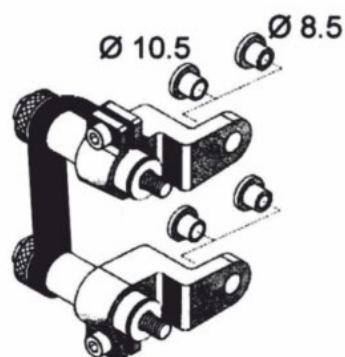

Рисунок 17
- 7.4.2** Определите, какие вставки для крепежного адаптера использовать в зависимости от диаметра (см. рис. 17):
- 7.4.3** Зафиксируйте крепежный адаптер с помощью оригинальных болтов тормозного суппорта, через резьбовые отверстия для крепления тормозного суппорта (см. рис. 17).